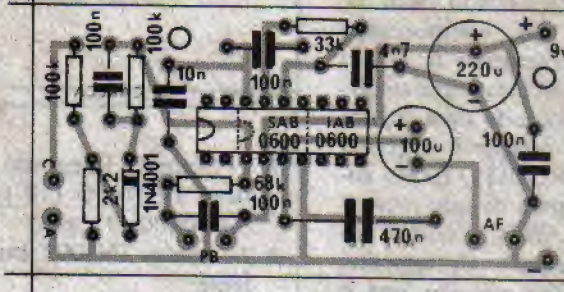

Fig. 4
- **FIG. 4 - A MONTAGEM** - A plaquinha é vista, na figura, pelo seu lado não cobreado, já com todas as peças em suas posições definitivas (a plaquinha que acompanha o KIT vem com a fig. 4 demarcada em silk-screen, facilitando enormemente as coisas...). lembramos os cuidados básicos com os componentes polarizados: observar a polaridade dos capacitores eletrolíticos (nitidamente indicadas na figura), notar a posição da faixinha contrastante numa das extremidades do diodo IN4001 e, finalmente, posicionar corretamente o Integrado (extremidade com a marquilha voltada para o capacitor de 10n). Se este for o IAB0600 basta "enfiá-lo" lá, pois a quantidade de furos "bate" com o número de "pernas"... Já se o Integrado for o SAB0600 observar que deverão "sobrar" 4 furos à esquerda e 6 à direita, correspondentes, do outro lado da placa, a "ilhas mortas", sem conexão... As ilhas livres, junto às bordas da placa, destinam-se às conexões externas, vistas com detalhes na próxima figura.